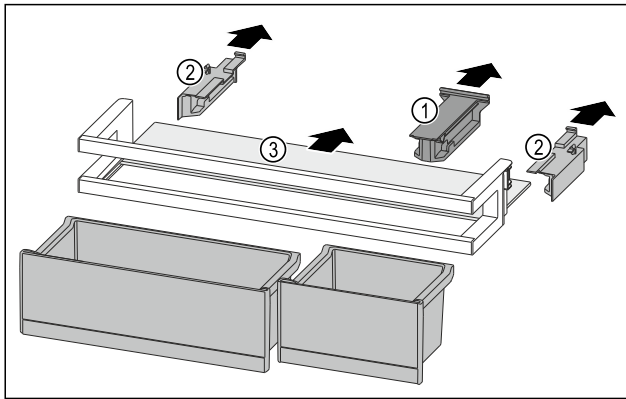

Fig. 215
- ▶ Halteteil Fig. 215 (1) abziehen.
- ▶ Seitenteile Fig. 215 (2) abziehen.
- ▶ Abstellfläche Fig. 215 (3) entnehmen.